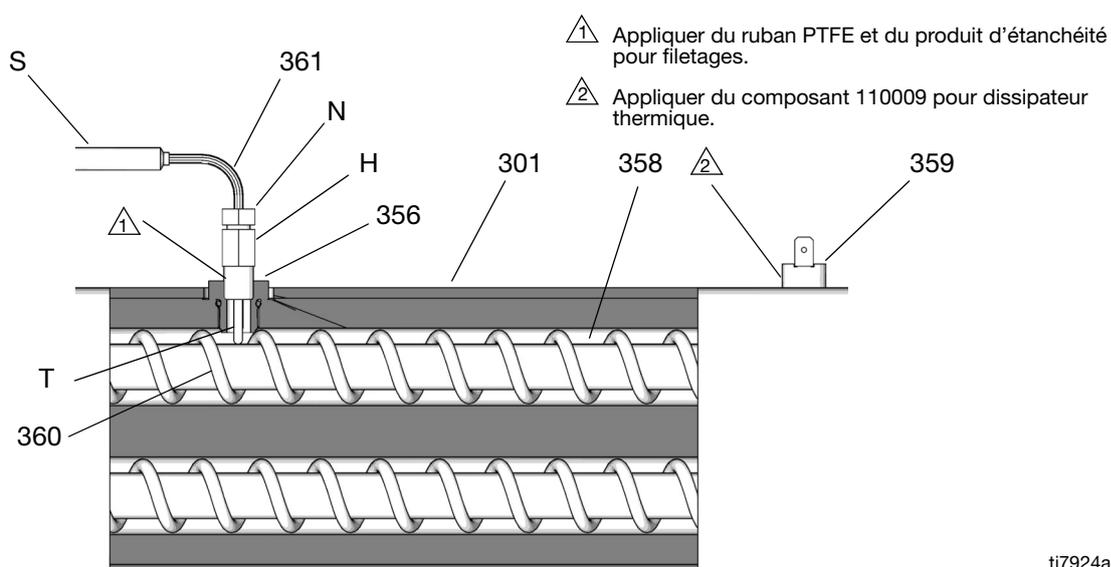

FIG. 8. Thermocouple
7. Voir la FIG. 8. Desserrer l'écrou de la virole (N). Retirer le thermocouple (361) du boîtier du réchauffeur (351), puis retirer le boîtier du thermocouple (H). Ne pas retirer l'adaptateur du thermocouple (356) sauf si cela est nécessaire. Si l'adaptateur doit être retiré, s'assurer que le mélangeur (360) ne sera pas un obstacle au moment de remplacer l'adaptateur.
8. Remplacement du thermocouple, FIG. 8.
- a. Retirer le ruban de protection de l'embout du thermocouple (T).
- b. Appliquer un ruban PTFE et du produit d'étanchéité pour filetage sur les filetages mâles puis serrer le boîtier du thermocouple (H) sur l'adaptateur (356).
- c. Enfoncer le thermocouple (361) de sorte que l'embout (T) soit en contact avec l'élément du réchauffeur (358).
- d. En maintenant le thermocouple (T) contre l'élément du réchauffeur, serrer l'écrou de la bague (N) de 1/4 de tour de plus.
9. Introduire les fils (S) dans l'armoire et les visser sur le faisceau comme auparavant. Rebrancher les fils sur la carte.
11. Mettre les réchauffeurs A et B en marche simultanément à titre d'essai. Les températures doivent monter de façon égale. Si un réchauffeur affiche une température basse, desserrer l'écrou de virole (N) et serrer le boîtier du thermocouple (H) pour que l'embout du thermocouple (T) soit bien en contact avec l'élément (358).
5. Débrancher un fil conducteur de l'interrupteur de surchauffe (359), FIG. 8, page 33. Contrôler la résistance de l'interrupteur avec un ohmmètre. La résistance doit être d'env. 0 ohm.
6. Si le résultat du contrôle de l'interrupteur n'est pas bon, retirer les fils et les vis. Mettre l'interrupteur défectueux au rebut. Appliquer la pâte thermique 110009, monter le nouvel interrupteur au même endroit sur le boîtier (351) et fixer avec les vis (311). Rebrancher les fils.